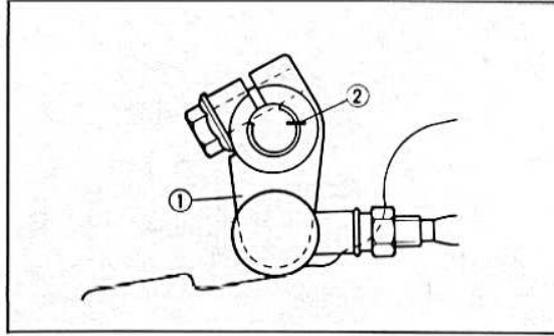

Bild 77
- Den Hebel des Schaltgestänges abbauen. Dazu die Stellung des Hebels zur Welle markieren (Bild 77).